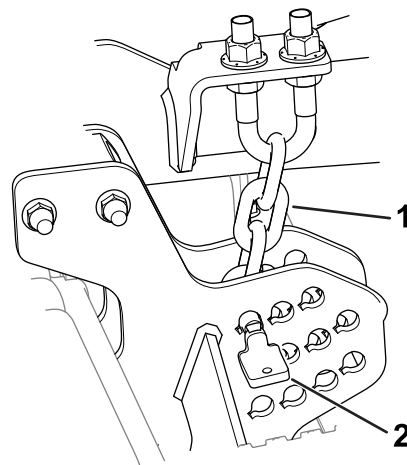

Figura 19
2. Remova os pinos da altura de corte (Figura 19) das placas laterais da unidade de corte.